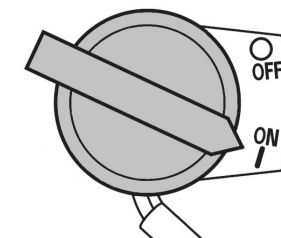

Рис. 12 Выключатель зажигания в положении «Включено»
4. Выключатель зажигания установите в положение «Включено» (Рис. 12).
3. Выключатель зажигания установите в положение «Включено» (Рис. 12).